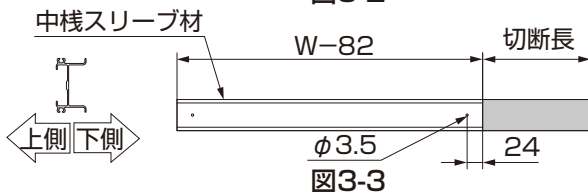

図3-3
- ⑤中栈スリーブ材を切断した側から24mmのところにφ3.5の下穴をあけてください。（図3-3参照）
- ⑥加工後、再度組立ててください。